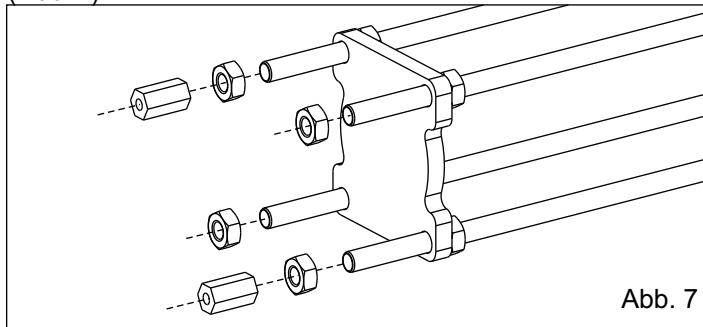

Abb. 7
7. Die gelochte Platte in die Stangen einführen, danach 2 von den 4 zuvor entfernten Muttern in Übereinstimmung mit den 2 Kammerschrauben der Kolbenabdeckung festschrauben (Abb. 7).